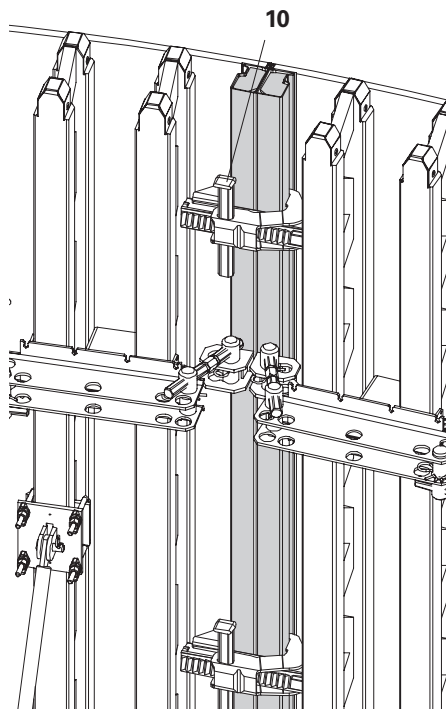

Fig. A10.02
1. Colocar cerrojo BFD (10) en el perfil de borde del encuentro de módulos y unir.
- (Fig. A10.02)